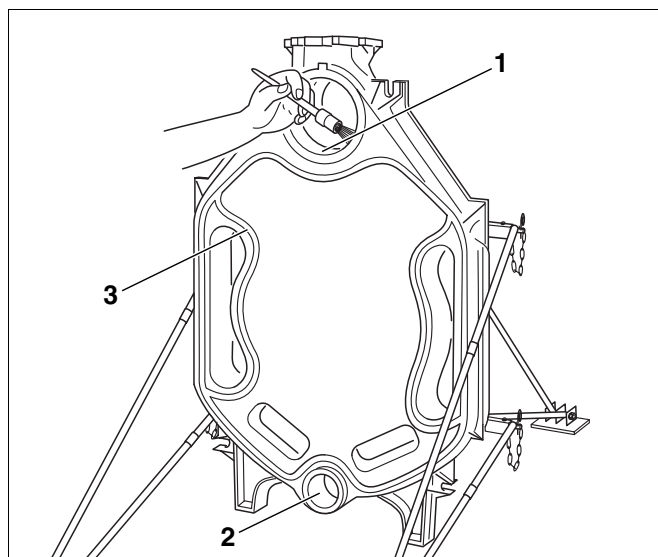

Fig. 13 Pregătirea canelurilor și alezajelor
- Dacă este necesar, canelurile pentru garniturile de etanșare se curăță cu peria de sârmă și laveta (fig. 13, **poz. 3**).
- Suprafețele de etanșare ale alezajelor (fig. 13, **poz. 1 și 2**) se curăță cu o lavetă îmbibată cu benzină.